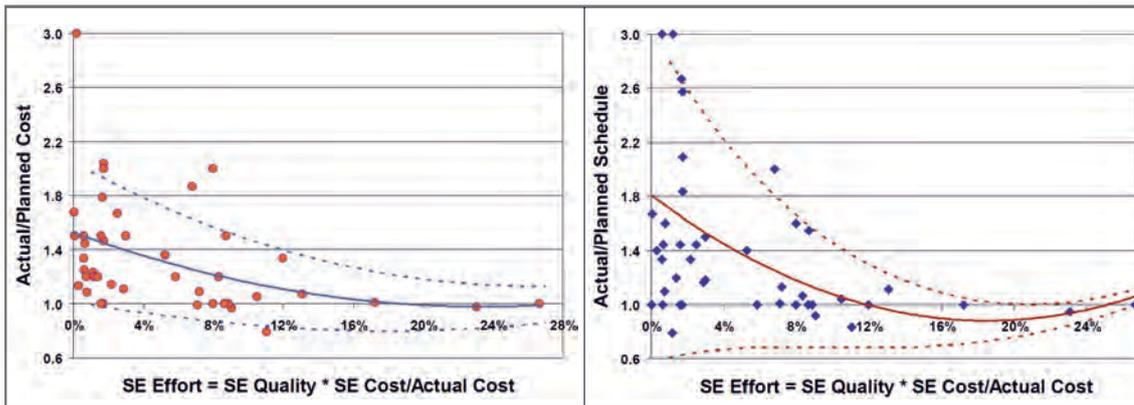

Bild 2: Kosten- und Zeitüberschreitungen in Korrelation mit den Systems-Engineering-Aufwendungen
- In einer quantitativen Studie wurde von Honour die Korrelation von Budget- und Terminüberschreitungen mit dem investierten SE-Aufwand untersucht [Hon13]. Das Optimum für SE-Aktivitäten lag bei etwa 15 % des Projektbudgets; so erreichten die Überschreitungen ein Minimum (Bild 2). Sowohl weniger als auch mehr Aufwand für SE führten zu schlechteren Ergebnissen.